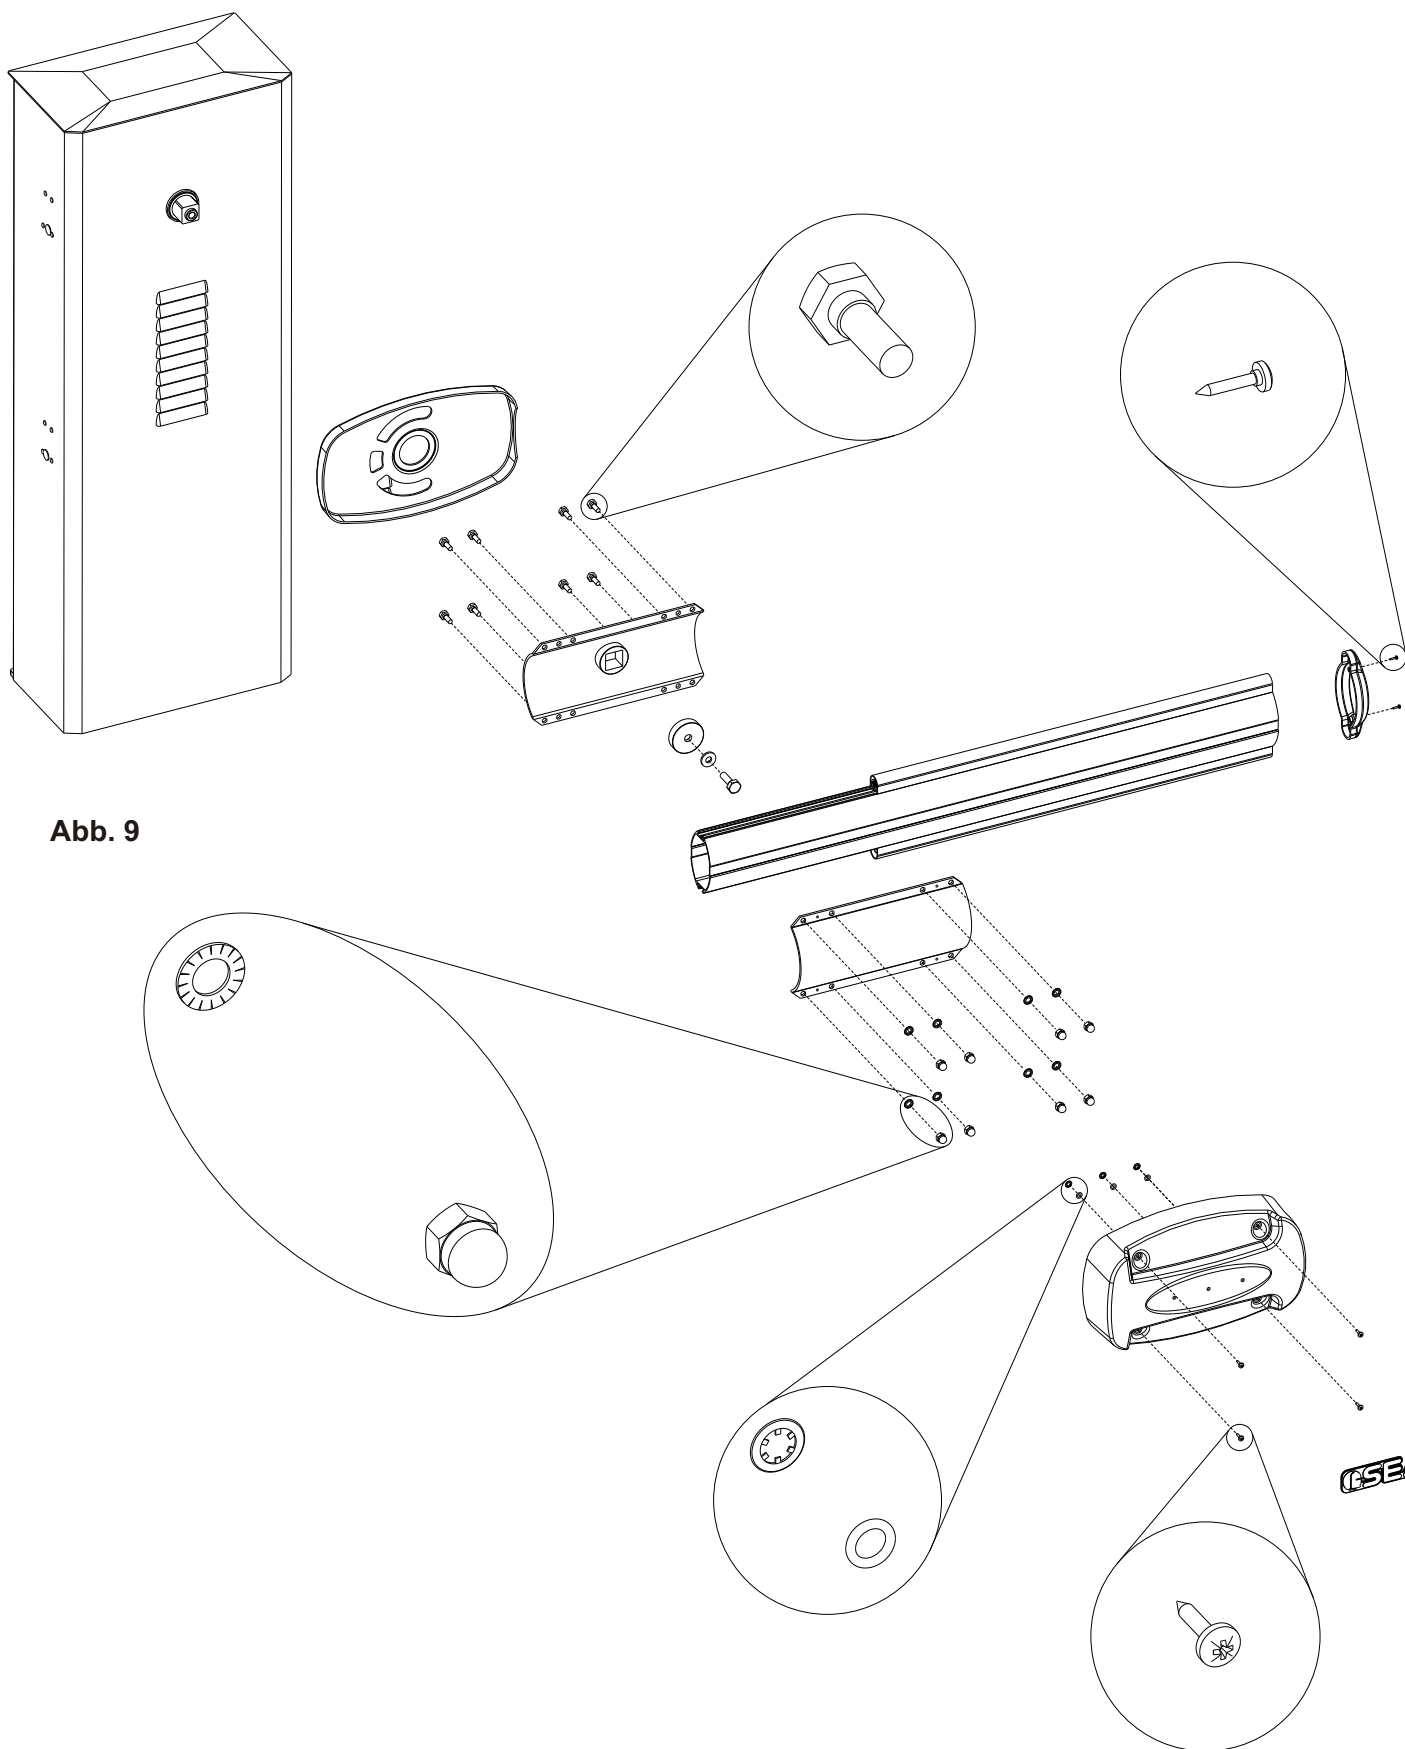

Abb. 9
6) Montage Schrankenbaum Linear (Abb. 9)